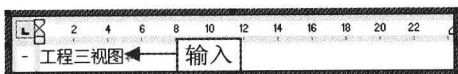

图 12-117 输入“工程三视图”
Step 04 单击“确定”按钮,在绘图区显示 Word 工具栏,在文档编辑器中输入“工程三视图”,如图 12-117 所示。